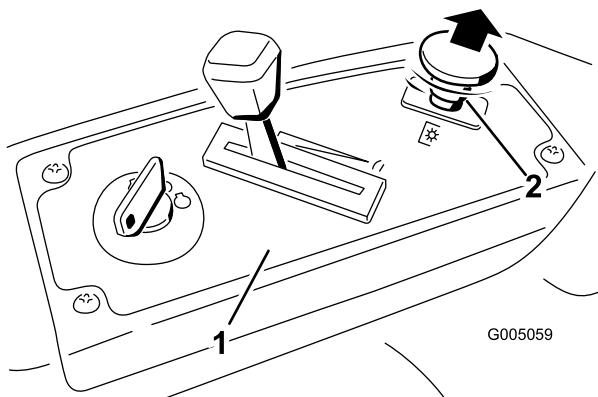

Bild 14
- Ziehen Sie den Zapfwellenantriebsschalter hoch, schieben Sie ihn in die EIN-Stellung und kuppeln Sie die Messer ein (Bild 14).